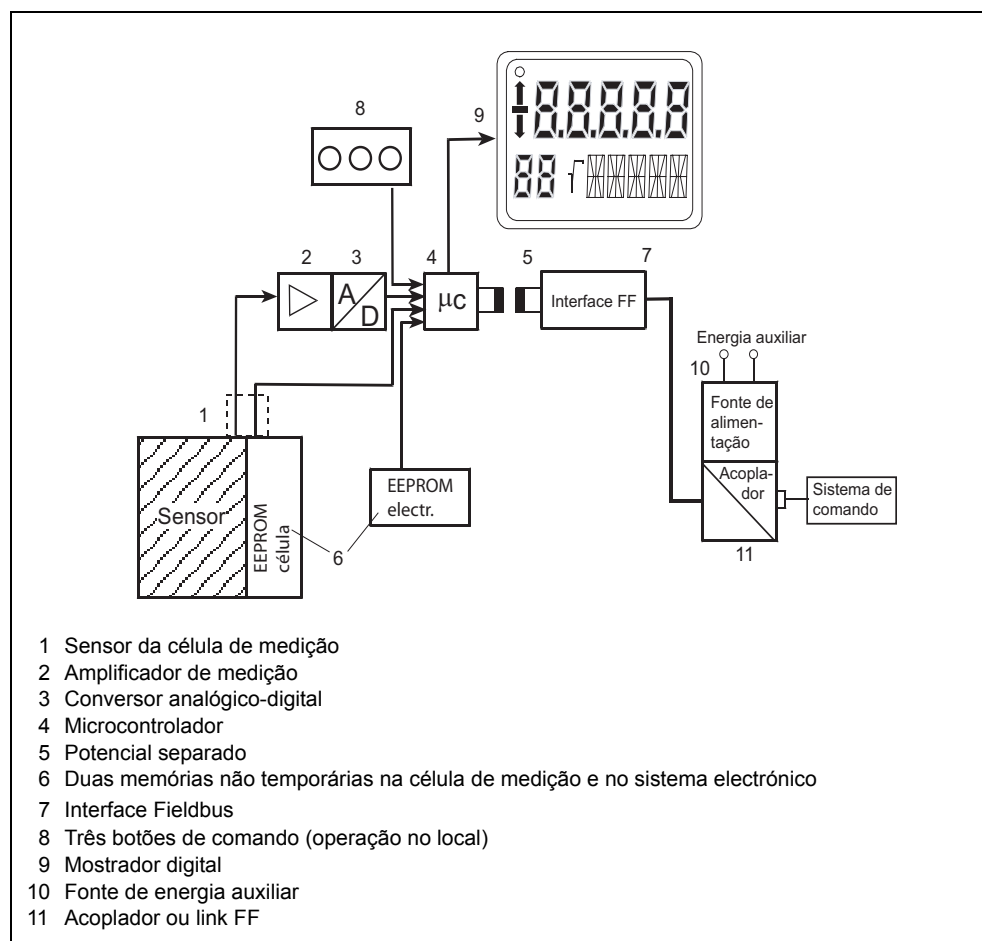

Figura 5 Transmissor SITRANS P, série DS III FF, sistema electrónico
O valor de entrada emitido pelo sensor (ver (1) Figura 5) é ampliado por meio de um amplificador de medição (2) e convertido para um sinal digital por um conversor analógico-digital (3). Esse sinal é avaliado num microprocessador (4), corrigido em relação à linearidade e comportamento térmico e disponibilizado através de uma interface com potencial separado (5) no FIELDBUS FOUNDATION™ (7). Os dados específicos das células de medição, os dados do sistema electrónico e os dados para a parametrização do transmissor ficam gravados em duas memórias não voláteis (6).